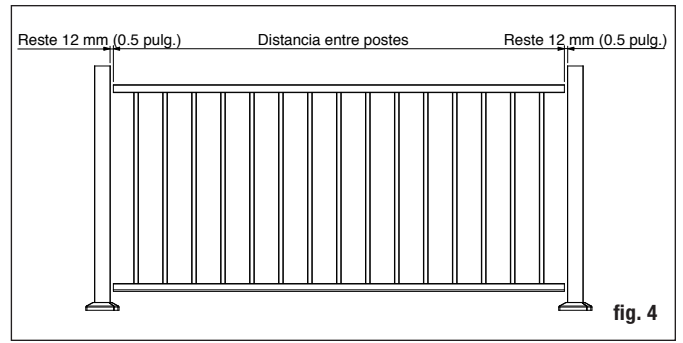

fig. 4
**Paso 2** Quite 1/2 pulg. adicional en ambos extremos (1 pulg. en total) para que el soporte encaje entre el riel y el poste. Recorte los rieles superior e inferior a la longitud adecuada (fig. 4).